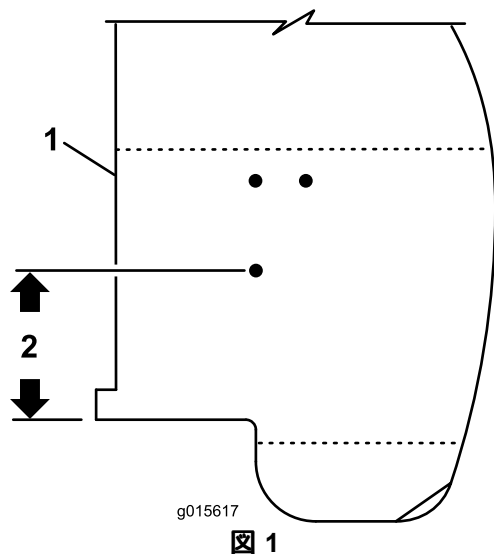

図 1
- 後ろの穴が、図1に示すようにフェンダのエッジから 95mm の位置にある場合には、ステップ4へ進む。